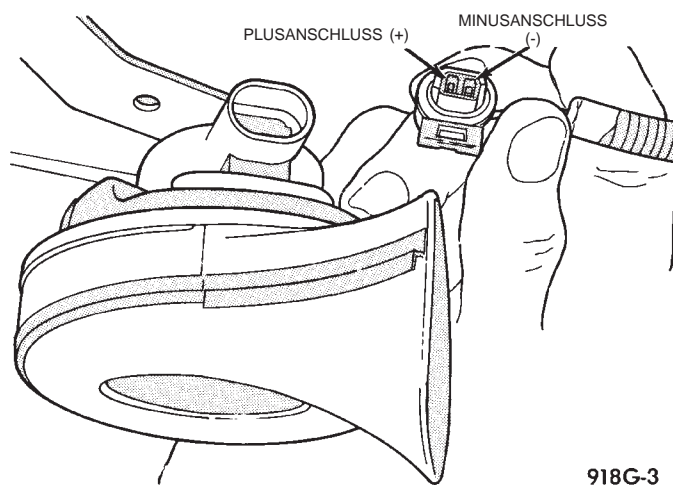

Abb. 1 Hupe samt Steckverbinder
- (1) Steckverbinder von der Hupe abziehen.
- (2) Die eine Prüfspitze eines Voltmeters an den Minusanschluß und die andere Prüfspitze an den Plusanschluß anschließen (Abb. 1).
- (3) Hupenschalter drücken. Bei gedrücktem Schalter muß Batteriespannung angezeigt werden.
- (4) Liegt keine Spannung an, siehe Abschnitt "Hupe ertönt nicht". Liegt Batteriespannung an, weiter mit Schritt 5.
- (5) Massekabel mit einem Ohmmeter auf Durchgang zur Masse prüfen.
- (6) Besteht kein Durchgang zur Masse, den Stromkreis nach Bedarf instandsetzen.
- (7) Ertönt die Hupe nicht, obwohl alle Kabel in Ordnung sind, die Hupe austauschen.
(6) Hupenrelais in den Sicherungs-/Anschlußkasten einstecken.
(7) Steckverbinder von den Hupen abziehen.
(8) Bei gedrücktem Hupenschalter mit einem Voltmeter Spannung zwischen den Anschlüssen in den Steckverbindern der Hupen messen (Abb. 1).